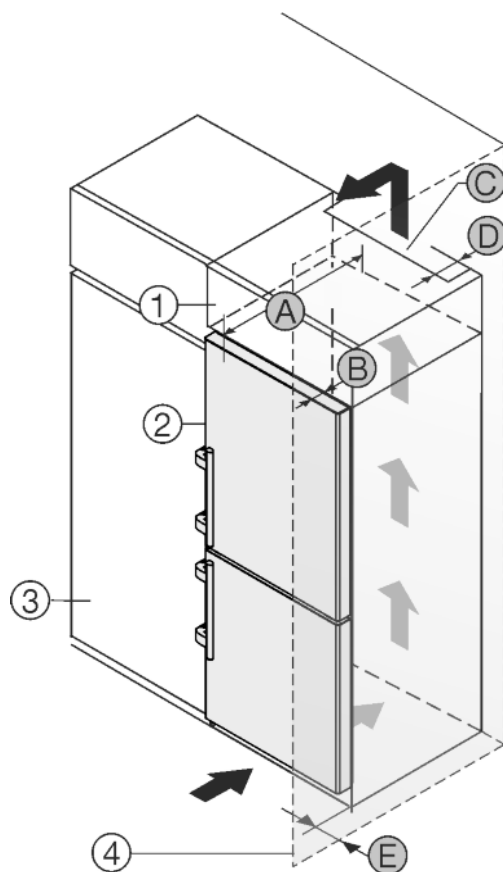

Fig. 47
Устройство может быть окружено кухонными шкафами. Чтобы уравнять устройство Fig. 47 (2) по высоте с кухонной стенкой, можно установить над устройством дополнительный шкафчик Fig. 47 (1).
Установить устройство можно непосредственно рядом с кухонным шкафом Fig. 47 (3). Чтобы можно было полностью открыть двери, устройство должно выступать на глубину Fig. 47 (B) относительно передней стенки кухонного шкафа. В зависимости от глубины кухонных шкафов и использования пристенных распорок устройство может выступать и больше.
- На задней стенке дополнительного шкафчика должен быть вентиляционный канал с глубиной Fig. 47 (D) по всей ширине этого шкафчика.
- Нужно соблюдать вентиляционное отверстие Fig. 47 (C) под нижней панелью.
Если устройство установлено на шарнирах у стены Fig. 47 (4), то нужно соблюдать расстояние Fig. 47 (E) между устройством и стеной. Настолько выступает ручка при открытой дверце.